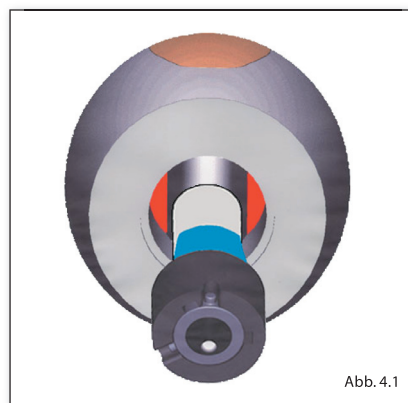

Abb. 4.1
Nehmen Sie jetzt die neue Lampe und schieben Sie diese von der Seite mit den Haltenuten durch die Fassung. Drehen Sie die Lampe so, dass beide Haltestifte des Lampensockels in den Haltenuten der Fassung versinken. Achten Sie darauf, dass Sie nicht mit bloßen Fingern den Glaskolben der Lampe anfassen oder wischen Sie diesen mit einem sauberen Tuch wieder ab. Nehmen Sie nun das Blinkergehäuse und halten Sie es mit der Gewindeöffnung nach oben. Drehen Sie die Fassung mit der Lampe so, dass die beiden Ausrichtestege (in Abb. 4.1 blau) der Fassung zwischen den im Blinkergehäuse sichtbaren halbmondförmigen Anlageflächen (in der Abbildung rot) hindurchgleiten können. Lassen Sie die Fassung mit dem Lampenglas nach unten in die Gewindebohrung gleiten. Nehmen Sie jetzt das Multifunktionsteil (4) und drehen Sie das Blinkergehäuse mit der Hand vorsichtig auf dieses auf. Wenn sich das Multifunktionsteil nicht einschrauben läßt, ist die Fassung nicht richtig im Blinkergehäuse ausgerichtet. Richten Sie in diesem Fall die Fassung mit Lampe neu aus. Drehen Sie das Blinkergehäuse wieder, wie oben beschrieben, auf das Multifunktionsteil. Wenn der Gewindeteller bündig mit dem Blinkergehäuse abschließt, setzen Sie einen 10 mm Maulschlüssel an den Schlüsselflächen des Multifunktionsteiles an und schrauben das Multifunktionsteil fest. Schieben Sie jetzt den Blinker wieder bis zur Hälfte des Befestigungsgummis in den Lenker und verfahren Sie weiter, wie in Kap. 3.4 beschrieben. Vergessen Sie nicht die abschließende, exakte Ausrichtung des Blinkers.